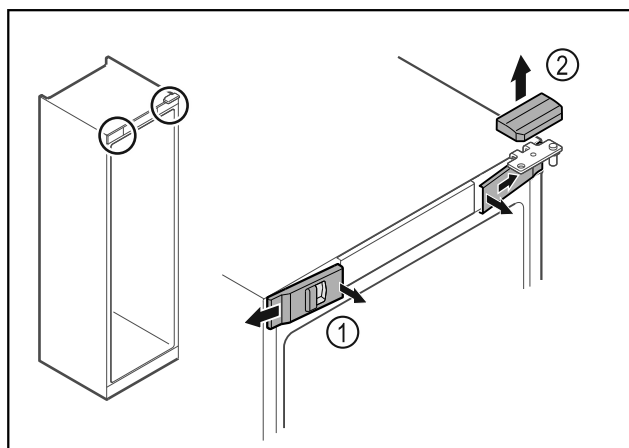

Fig. 14
- Lossa skyddet fram Fig. 14 (1) på insidan och ta av dem åt sidan.
► Ta av det övre skyddet Fig. 14 (2) uppåt.